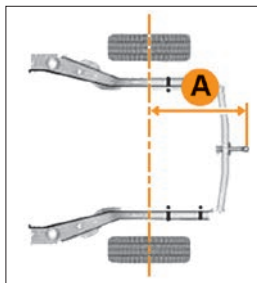

Рис. 5.17.1. Схема размещения ТСУ (в варианном исполнении)
- выдержать расстояние **А** (рис. 5.17.1) от оси задних колес до центра шаровой опоры по оси 955...1025 мм;